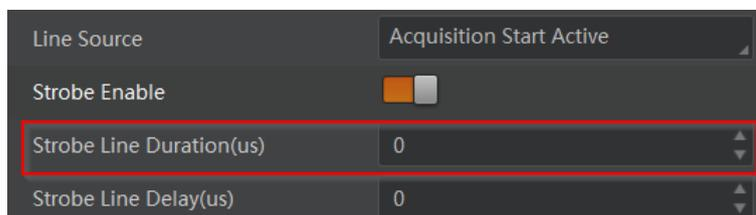

图4-6 *Strobe* 持续时间参数设置
*Strobe* 信号为高电平有效，信号输出的持续时间可通过 *Strobe Line Duration* 参数进行设置，单位为  $\mu\text{s}$ ，如图 4-6 所示。